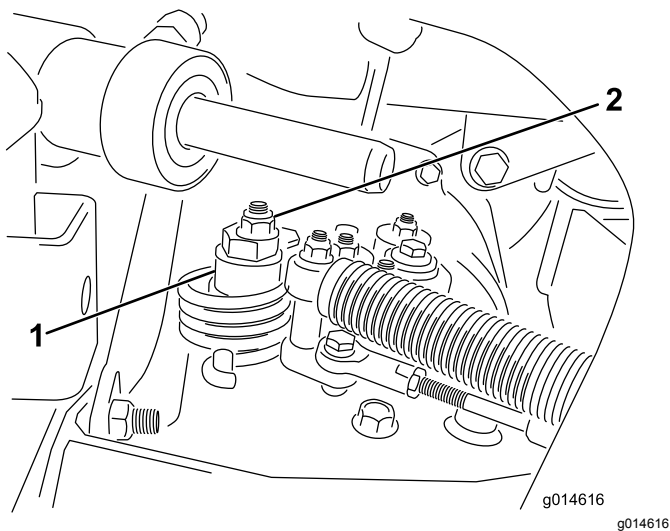

図 39
- A. 偏芯ナットを hidrostat 上部に止めているナットをゆるめる 図 39。
- C. どちらにも車輪が回らないように偏芯ナットを回して調整する。調整ができれば固定ナットを締める 図 39。スロットル低速 および高速位置で調整が正しいことを確認する。